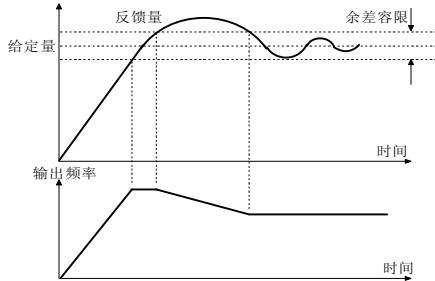

图 5-7-1 误差容限示意图
**说明：**当反馈和设定的差值低于PID误差容限设定值时，PID控制器暂停调整，变频器维持当前的输出。如图5-7-1所示。
模拟PID时，误差容限设定P7.22为物理量的绝对值，要与量程匹配，转速PID时误差容限设定P7.22为转速。如图5-7-1所示：